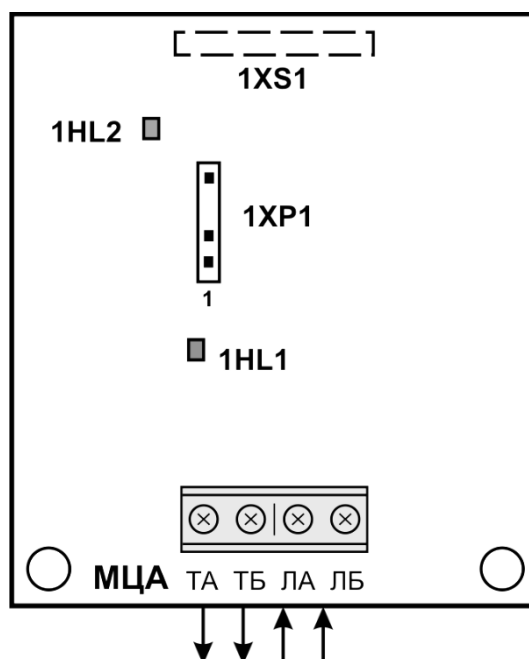

Рисунок 7.10 – Підключення входів та виходів МЦА
До ППКП Тірас-16П можливо приєднати два МРЛ-8/М-OUT8R з адресою «1». Адреса МРЛ-8 встановлюється джамперами JP1-JP3 (рис. 7.10). JP1=0, JP2=0, JP3=0 відповідає адресі «1». Всі технічні характеристики МРЛ-8 наведені в розділі 4. Детальна інформація про налаштування та підключення М-OUT8R наведена в паспорті ААБВ.425952.020 ПС , який можна завантажити на сайті www.tiras.ua.
- Встановити плату комунікатора на плату БМК приладу, з'єднавши роз'єм 1XS1 комунікатора (рис. 7.10) з роз'ємом 3XP4 приладу (Додаток Г, рис. Г.1) та зафіксувавши плати між собою тримачами.